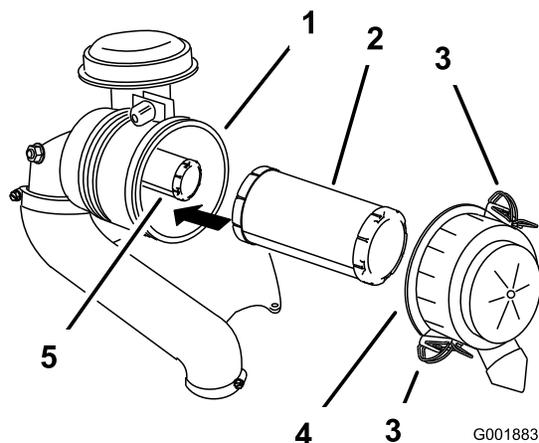

図 26
3. エアクリーナのラッチを外し、ボディーからカバーを抜き出す 図 26。
5. 次フィルタをゆっくり引き抜くようにしてエアクリーナのボディーから外す 図 26。
2. 安全フィルタを交換する場合には、十分に注意しながら、フィルタのボディに挿入する 図 26。
3. 1次フィルタをゆっくり押し込むようにして安全フィルタの上から取り付ける 図 26。
4. 上下方向を確認し、Upと書いてある方を上に向けてエアクリーナカバーを正しく取り付け、ラッチを掛ける 図 26。